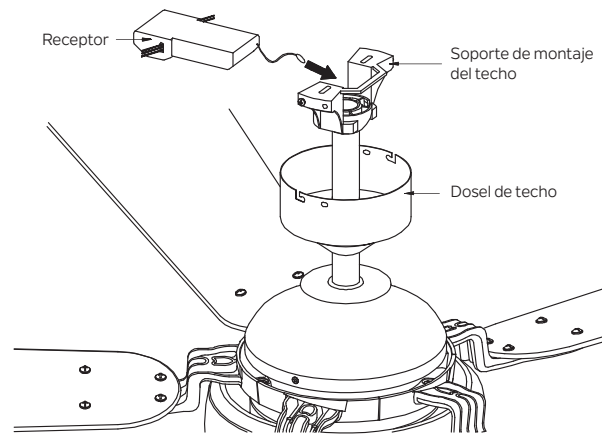

Figura 15
**Paso 1.** Una vez que se ha realizado la conexión, el receptor se inserta en el soporte colgante de la barra de caída. El dosel sube para cubrir el receptor y el soporte. (Figura 15)